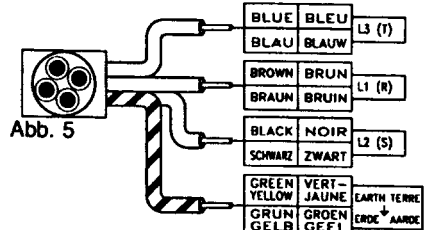

Abb. 5
2. Die übrigen Drähte mit den Farben Schwarz, Braun und Blau müssen an die Klemmen mit den Bezeichnungen L1, L2, und L3 oder R, S, und T. (Siehe Abb. 5)